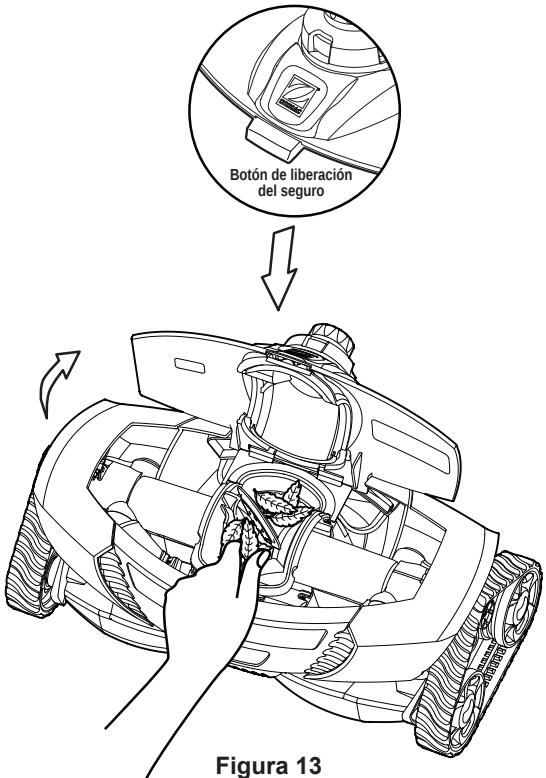

Figura 13
- Oprima el botón de liberación del seguro en la parte superior del limpiafondo (figura 13).